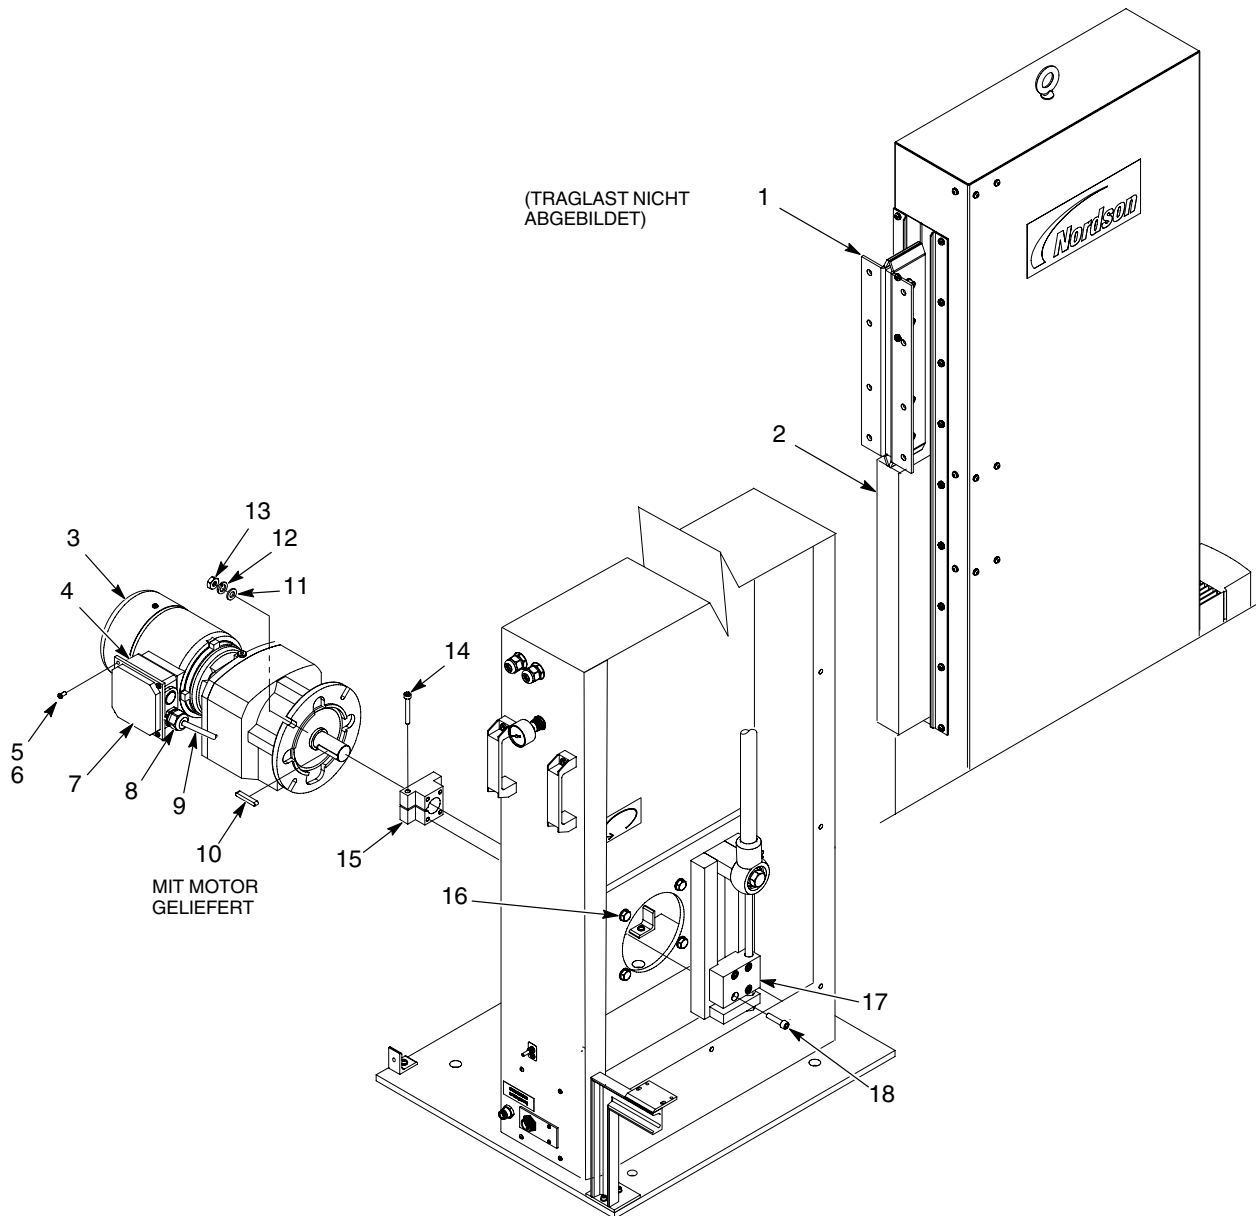

Abb. 14 Getriebemotor ersetzen
1. Siehe Abbildung 14. Den Pistolenwagen (1) in die obere Position bewegen. Den Pistolenwagen (1) mit einem Block (2) wie abgebildet in dieser Position fixieren.
- a. Die Schrauben (5) und Sicherungsscheiben (6) abnehmen, mit denen die Abdeckung (7) an der Anschlussbox (4) befestigt ist.
- c. Die Kabelzugentlastung (8) abnehmen und für die Verwendung mit dem neuen Getriebemotor aufbewahren.
- d. Die Kabeladern in der Anschlussbox (4) abnehmen. Vorsichtig das Kabel (9) aus der Anschlussbox ziehen.
4. Die Schrauben (18) abnehmen, mit denen die Drehmomentstütze (17) am Wellenblock (15) befestigt ist. Die Drehmomentstütze abheben und zur Seite schwenken.
5. Muttern (13), Sicherungsringe (12) und Unterlegscheiben (11) abnehmen, mit denen der Getriebemotor (3) an den Befestigungsbolzen (16) befestigt ist. Getriebemotor vom Hubwerk abnehmen.
6. Die Schraube (14) am Wellenblock (15) lösen. Wellenblock vom Getriebemotor (3) abnehmen.
**HINWEIS:** Die Länge der neuen und alten Wellenfeder (10) prüfen. Wenn die neue Wellenfeder länger als die alte ist, die neue entweder kürzen oder die alte verwenden.